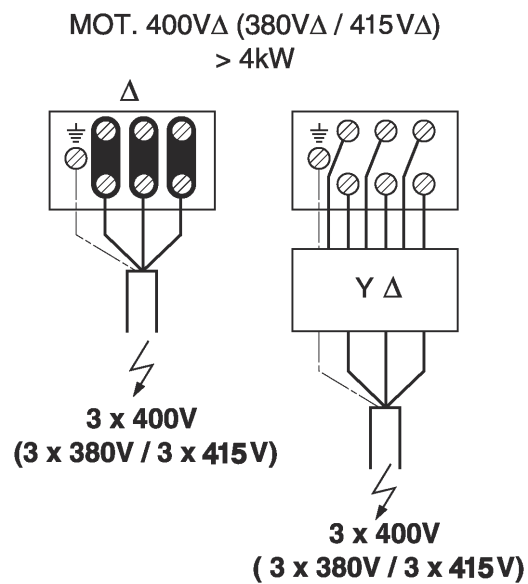

Fig. 4
– Conexiunile la rețeaua principală trebuie să fie executate în conformitate cu schema de conexiuni terminale pentru curent trifazat sau alternativ în cutia de terminale a pompei (Fig.4).